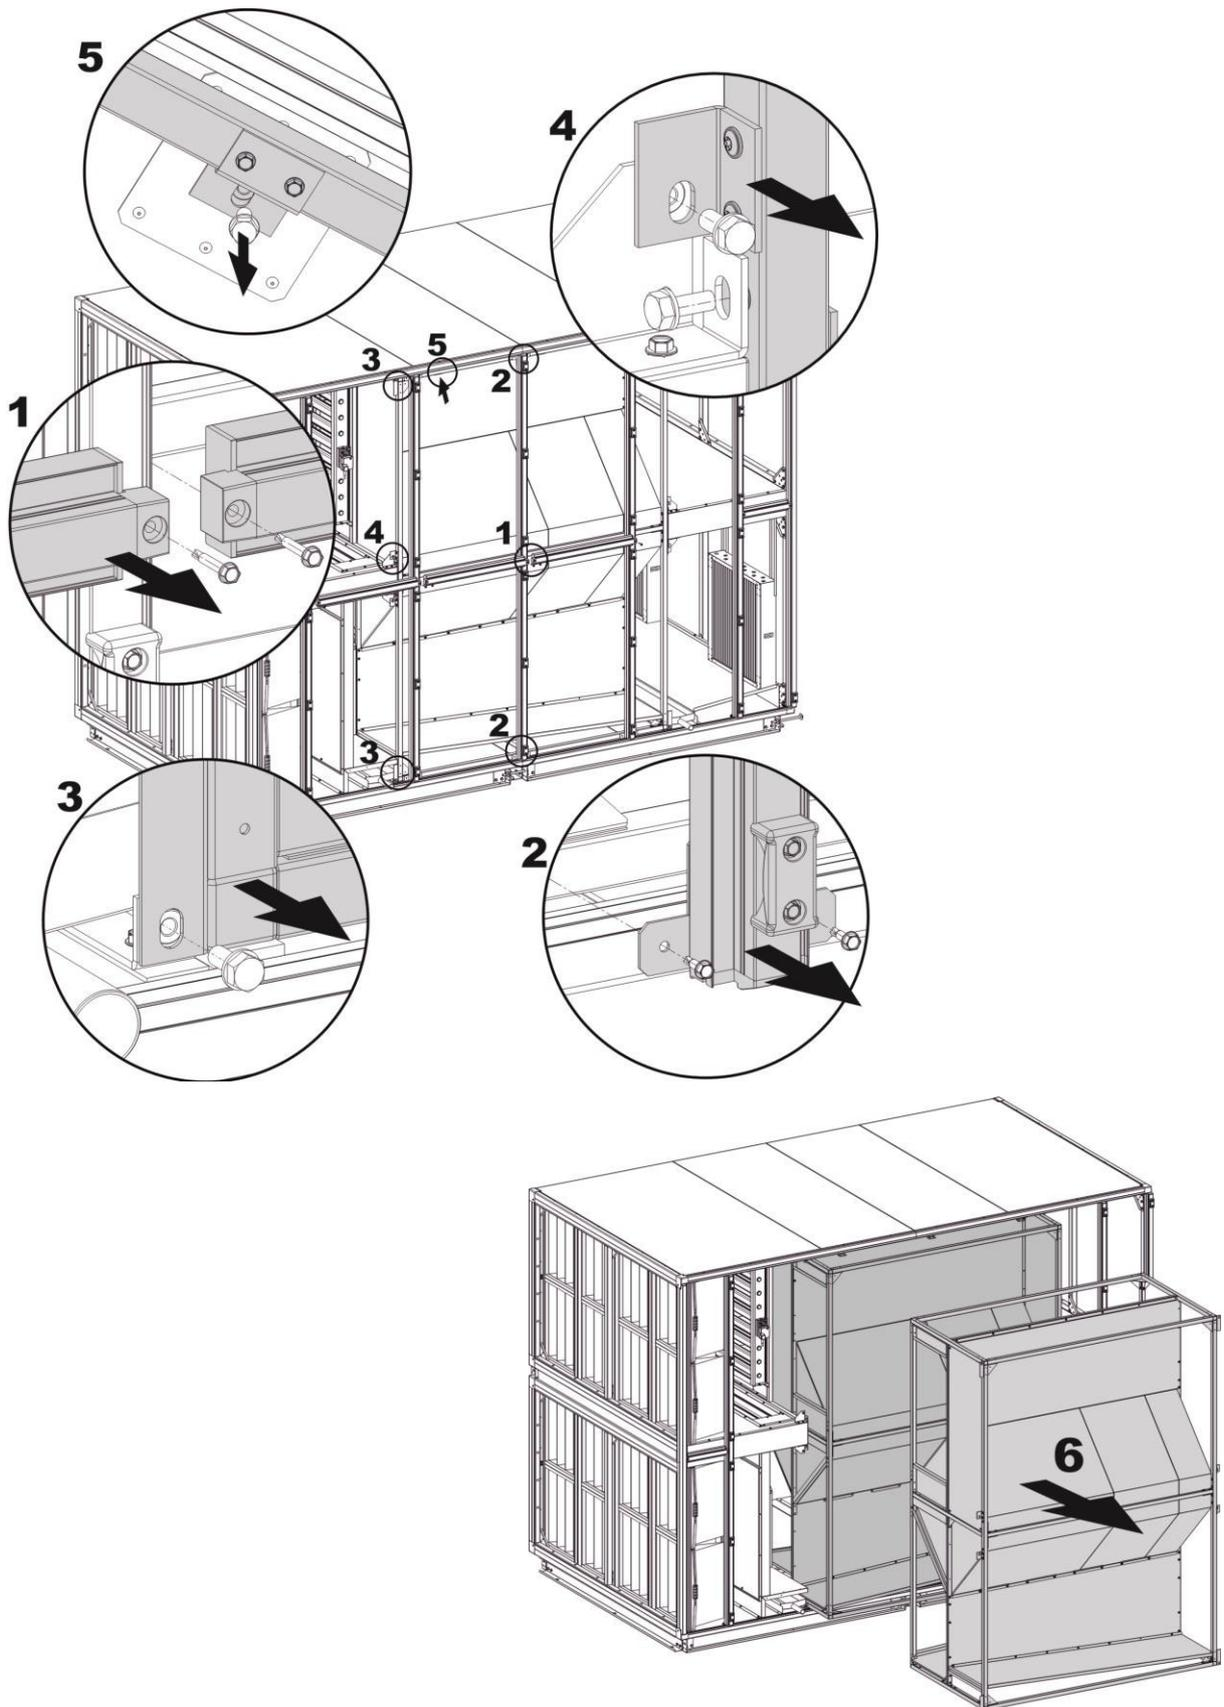

Fig. 23. Démontage des échangeurs thermiques à contre-débit d'une centrale LXVVS 75-650
- 1) Dévisser les vis qui fixent les colonnes horizontales (pos. 1. fig. 23) et les retirer
- 2) Dévisser les vis qui fixent les colonnes verticales en haut et en bas (pos. 2. fig. 23), et les retirer de l'unité
- 3) Dévisser les boulons qui fixent la cage de l'échangeur. Les boulons sont placés au niveau des parties supérieure et inférieure (pos. 3. fig. 23) et de la partie intermédiaire (pos. 4. fig. 23) de la centrale de traitement d'air. Sur les centrales LXVVS 75-230, une fixation supplémentaire au plafond est prévue (pos. 5. fig. 23).
- 4) Retirer la cage de l'échangeur (pos. 6. fig. 23).